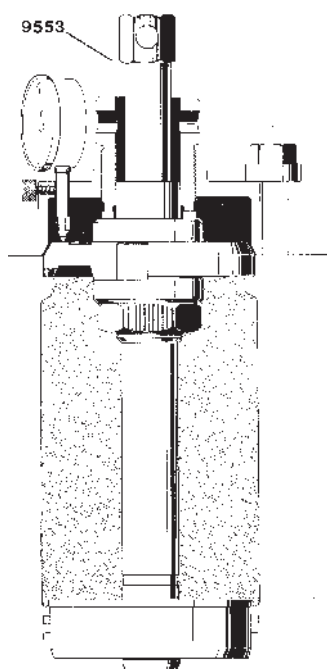

Fig. 38 Remise à neuf des logements de chemises avec l'outil 999 9553
3. Monter les joints toriques vers les joints d'étanchéité inférieurs de la chemise et placer le guide de l'outil de fraisage 9553 dans le logement de chemise, voir la figure 38. Veiller à ce que la collerette du guide soit bien dégagée de la paroi intermédiaire dans le bloc.
5. Adapter un comparateur à cadran comme indiqué sur la figure 38 et visser vers le bas la douille d'alimentation de manière à ce qu'elle appuie légèrement sur la fraise. Se servir d'une poignée en T (pas de poignée à criquet) munie d'un noeud de cardan et d'une douille pour faire tourner la fraise. Tourner un peu la fraise de façon à ce que le rayon de congé, tout au fond dans le logement de chemise, soit éliminé. Vérifier que la douille d'alimentation s'appuie légèrement contre la fraise et mettre le comparateur à zéro.